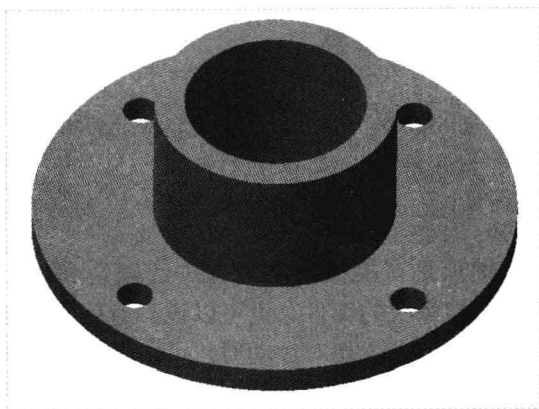

图 17-9 创建阵列特征
Step 08 接受默认选项，单击“应用并保存在工具中所做的所有更改，然后关闭工具操控板”按钮，完成阵列特征的创建，如图 17-9 所示。